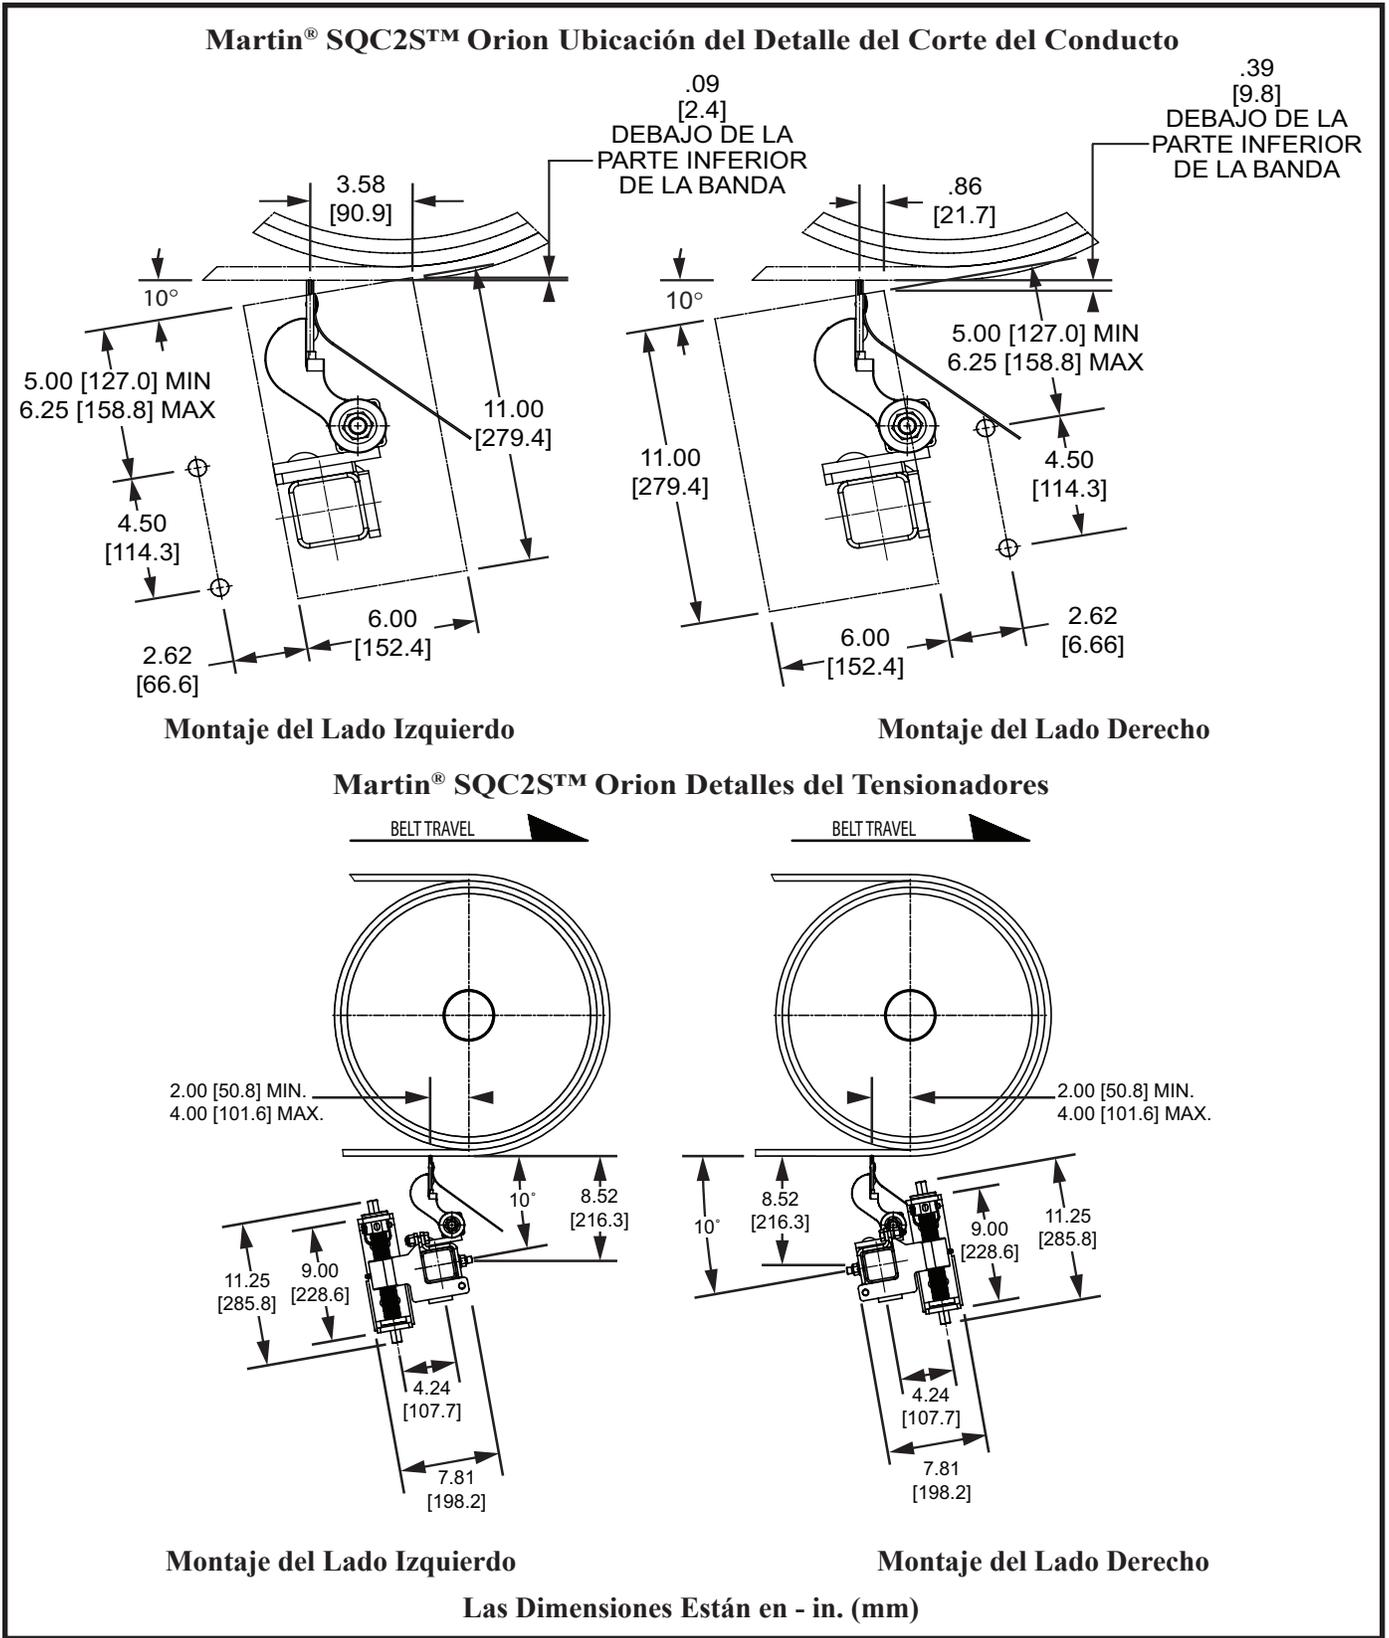

Figura 1. Ubicaciones de Montaje
1. Marque el corte del chute y las posiciones de los orificios de montaje como se muestra en la Figura 1. Repita en los dos lados del chute, verificando si los recortes están exactamente alineados entre sí.
1. Deslice el cartucho de la hoja sobre el bastidor con la hoja en la posición exhibida en la Figura 1. Empuje la extremidad del otro lado de la hoja contra el pasador fijo hasta que el mismo se cierre.